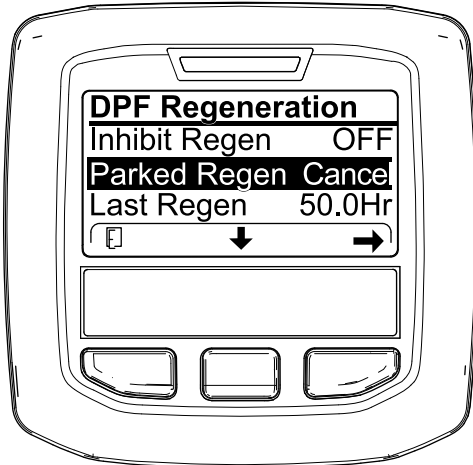
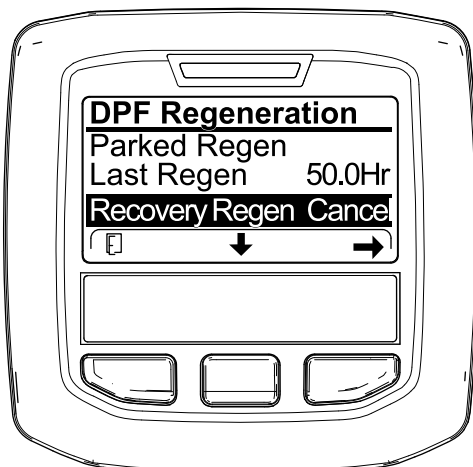

Figura 70
Figura 71
1. Accedete al menu DPF Regeneration (Rigenerazione FAP) (Figura 70).
2. Premete il pulsante centrale per scorrere il menu verso il basso fino all'opzione PARKED REGEN CANCEL (Figura 70) o all'opzione RECOVERY REGEN CANCEL (Figura 71).
3. Premete il pulsante destro per selezionare la voce Cancel relativa alla rigenerazione (Figura 70 o Figura 71).